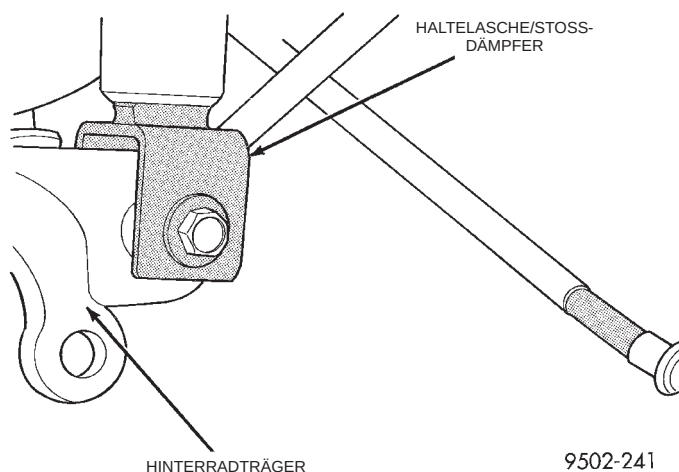

Abb. 18 Befestigung des Stoßdämpfers am Hinterradträger
(12) Schraube und Mutter an der Haltelasche des Stoßdämpfers lösen (Abb. 18).
(13) Hinterradträger aus dem Fahrzeug ausbauen.
(1) Hinterradträger an der Haltelasche des hinteren Stoßdämpfers montieren. Dann die Schraube so durch die Haltelasche schieben, daß der Schraubenkopf zur Rückseite des Fahrzeugs zeigt (Abb. 18).